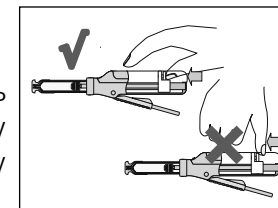

Рис. 4
3. Після встановлення картриджа проштовхніть вивільняючий важіль вперед аж до його зупинки (рис. 4).